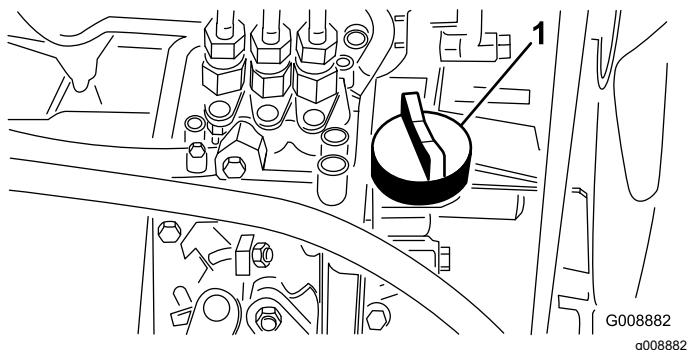

Bild 53
4. Entfernen Sie bei niedrigem Ölstand den Ölfülldeckel (Bild 53), gießen langsam kleinere Ölmengen ein und prüfen den Stand regelmäßig, bis die Voll-Markierung am Peilstab erreicht wird.